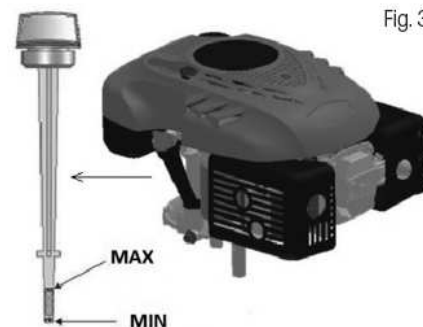

Fig. 3
4. Nivelul de ulei trebuie să fie între limita superioară (MAX) și inferioară (MIN) (Fig. 3).